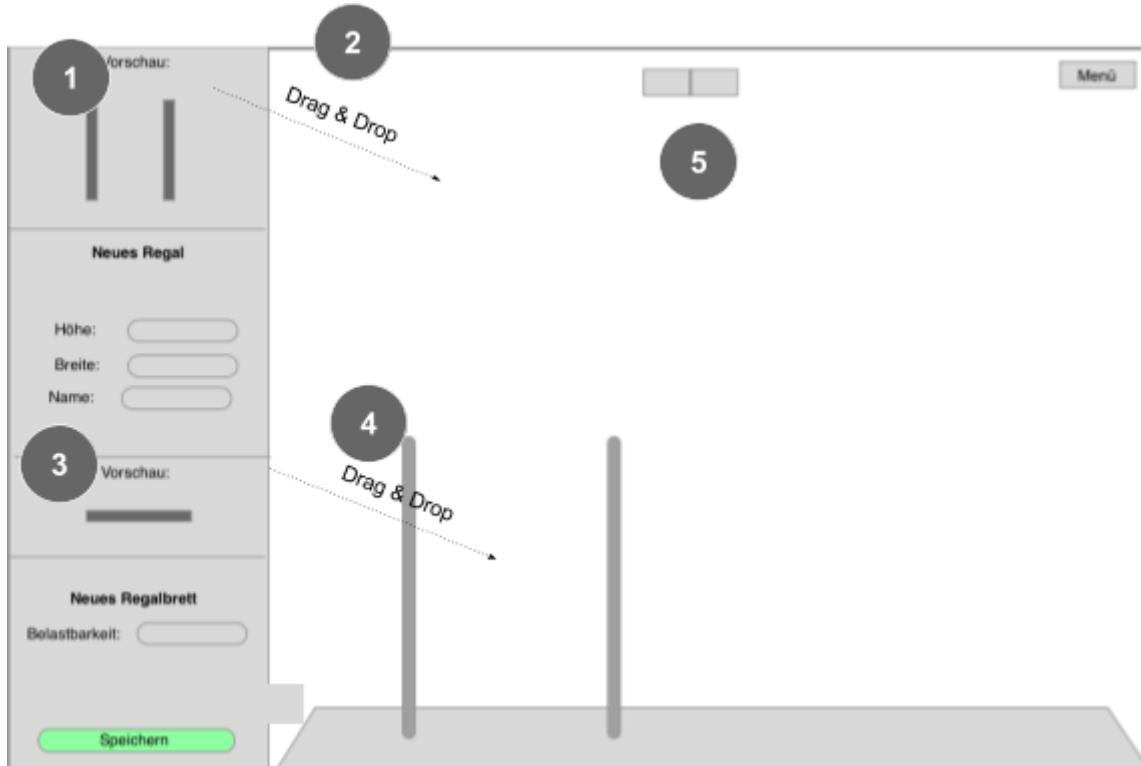

Abbildung 14: Funktionsverknüpfung: Regal Konfigurationsmodus
Nachfolgend (Abb. 14) ist der “Regal Konfigurationsmodus” und die vorhandenen Methodenverknüpfungen dargestellt.
3. Inhalt der TextBox (Belastbarkeit) ist an die jeweilige Property des Datenobjekts der aktuellen BrettViews gebindet (*Vorschaubereich mitte Abb. 14*). Die BrettView wird beim öffnen des Menüs automatisch erstellt (mit Standardwerten).